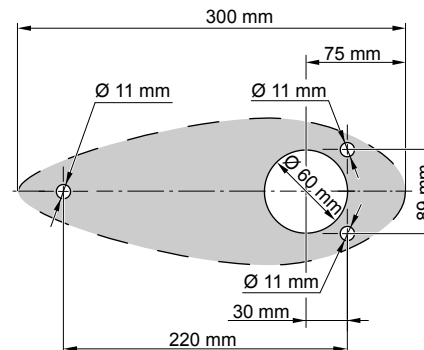

Fig. 37: Dimensões
1. Perfure quatro orifícios para montar o motor Pod (cápsula) no casco do barco, **veja "Fig. 37: Dimensões"**. Se necessário, utilize o bloco compensador adaptado como gabarito.
2. Encaixe o bloco compensador (4) na flange de montagem (5).